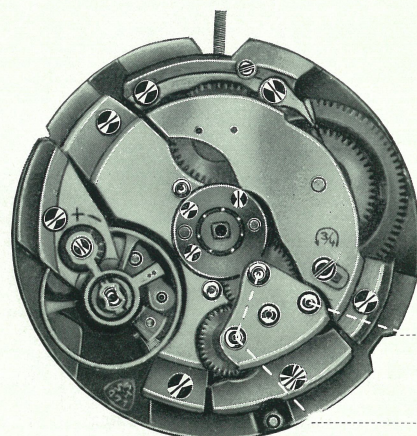

Fig. 1
a) Le dispositif de remontage automatique (Fig. 1)
a) Automatic winding device (Fig. 1)
a) Der automatische Aufzug (Fig. 1)